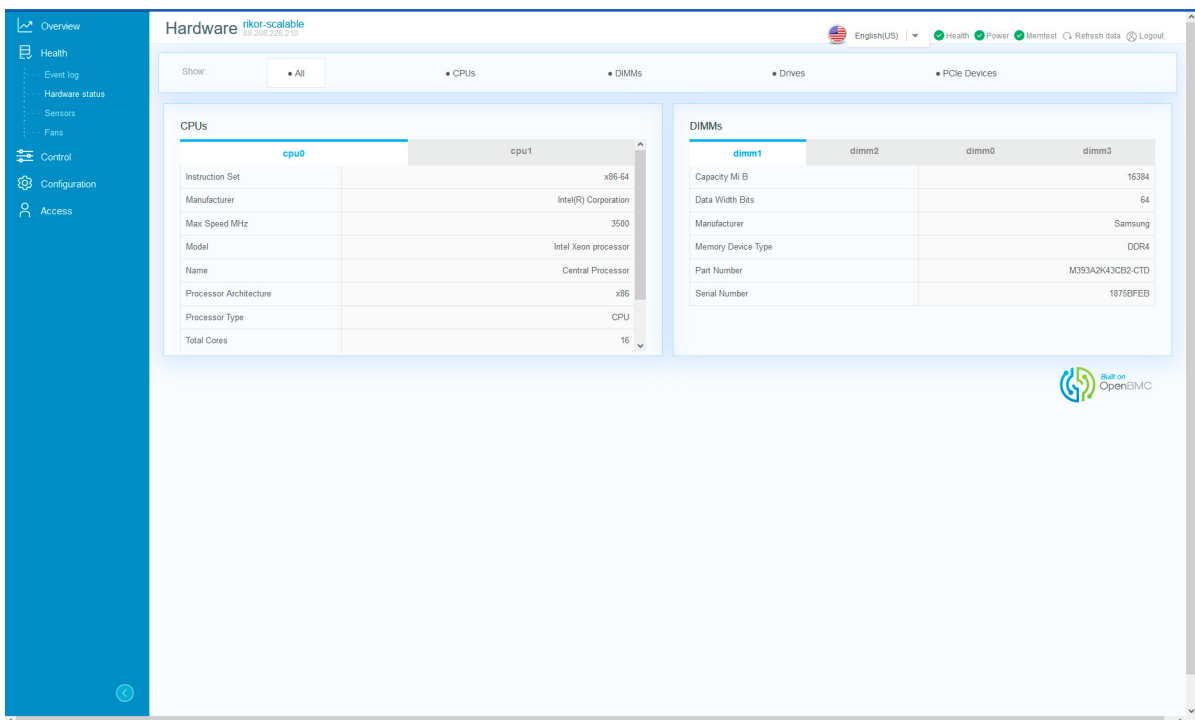

Рис. 65. Окно «Hardware status»
3) Пройдите во вкладку «Health» → «Hardware status» в данной вкладке отображается состояние комплектующих установленных в сервер. В поле «Show» произведите фильтрацию комплектующих для отображения состояния комплектующих. Окно показано на рис. 65 Окно «Hardware status»